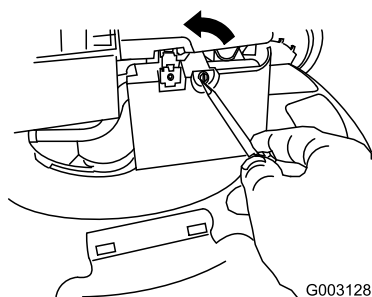

Figure 38
2. Ouvrez le couvercle du filtre à air avec un tournevis (Figure 38)